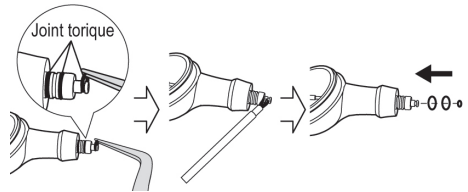

Fig. 22
- * Si de la poudre adhère à la section du joint torique, retirez les joints toriques et nettoyez soigneusement les joints toriques et les rainures (Fig. 22).